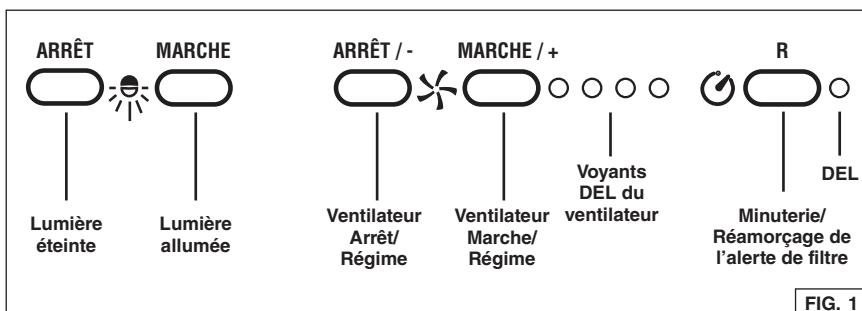

FIG. 1
La hotte fonctionne à l'aide de (5) boutons-poussoirs situés sur la face avant. Fig. 1.